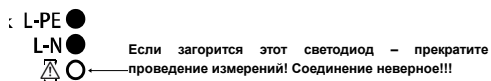

Рис.39
1. Вставьте измерительные щупы в разъемы на приборе. (Рис.39)
3. После подсоединения убедитесь что, светодиоды проверки правильности подсоединения горят так, как показано на Рис. 39, и только после этого нажмите Кнопку проведения измерений.